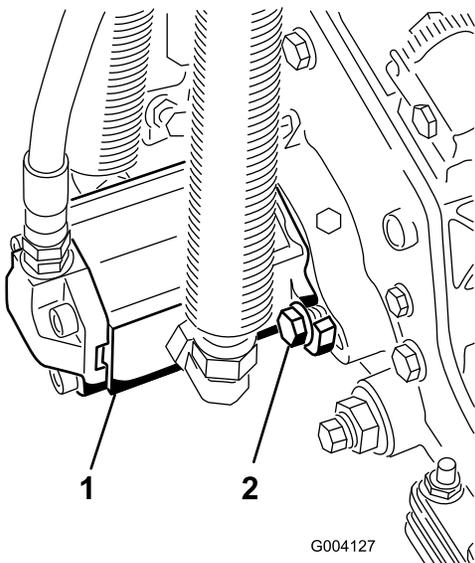

**Figura 12**
12. Fissate la catena del braccio di sollevamento alla staffa della catena, usando il perno di ritenuta (Figura 12). Utilizzate il numero di maglie della catena riportato nel *Manuale dell'operatore* degli elementi di taglio.